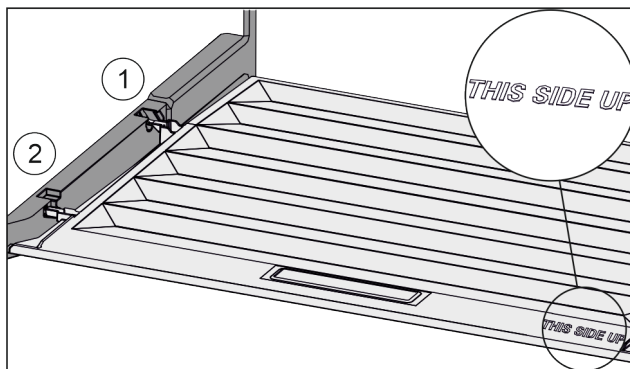

Fig. 153
- ▶ Výstupky víka zaveďte do zadních držáků *Fig. 153 (1)* a vpředu zaklesněte do držáku *Fig. 153 (2)*.